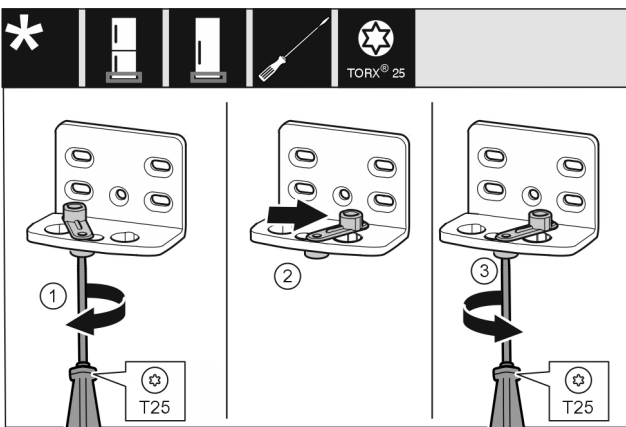

Fig. 11
- Ruuvaa ruuvit löysälle T25-ruuvimeisselillä. Fig. 11 (1)
- Nosta oven suljinta ja kierrä sitä reiässä 90° oikealle. Fig. 11 (2)
- Kiristä ruuvi T25-ruuvimeisselillä. Fig. 11 (3)